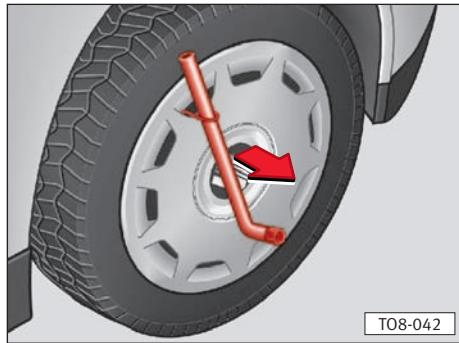

Fig. 135
– Retirar el **embellecedor integral** de la rueda con la llave y el gancho de alambre*. Enganchar éste último en uno de los rebajes del embellecedor integral de rueda. Pasar la llave de rueda por el gancho de alambre y retirar el embellecedor ⇒ **fig. 135**.